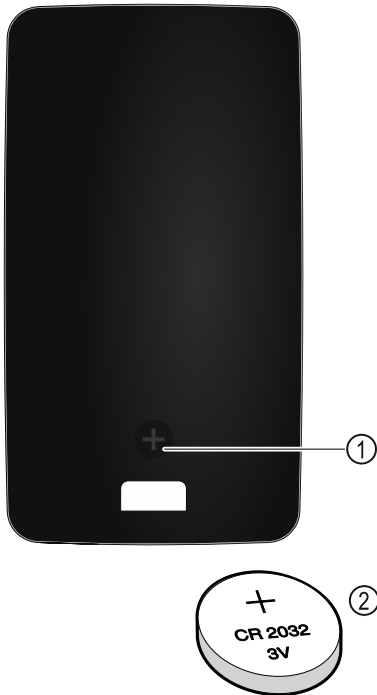

Fig. 260
Die Stromversorgung der Fernsteuerung erfolgt über eine Batterie des Typs CR 2032 mit 3V Fig. 260 (2), welche im Fachhandel erhältlich ist.
- Schraube Fig. 260 (1) auf Rückseite der Fernbedienung herausdrehen.